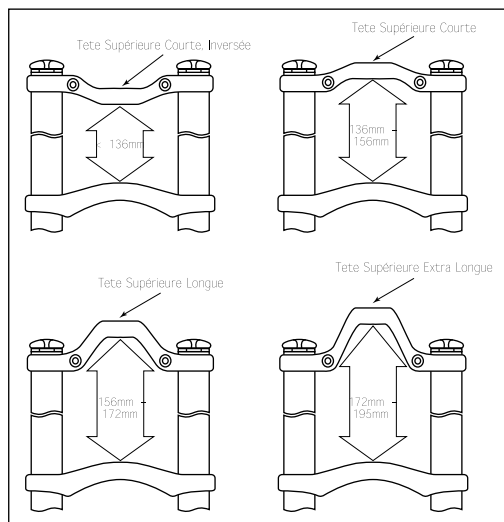

Fig. 2
2. Avant de monter sur votre vélo, vérifiez que votre fourche Judy XL est bien munie de la tête supérieure appropriée. Les têtes supérieures disponibles pour la fourche Judy XL sont illustrées en Fig. 2. Reportez-vous également à la Fig. 2 pour apprendre comment sélectionner et orienter la tête supérieure de façon à maximiser la rigidité de la fourche.